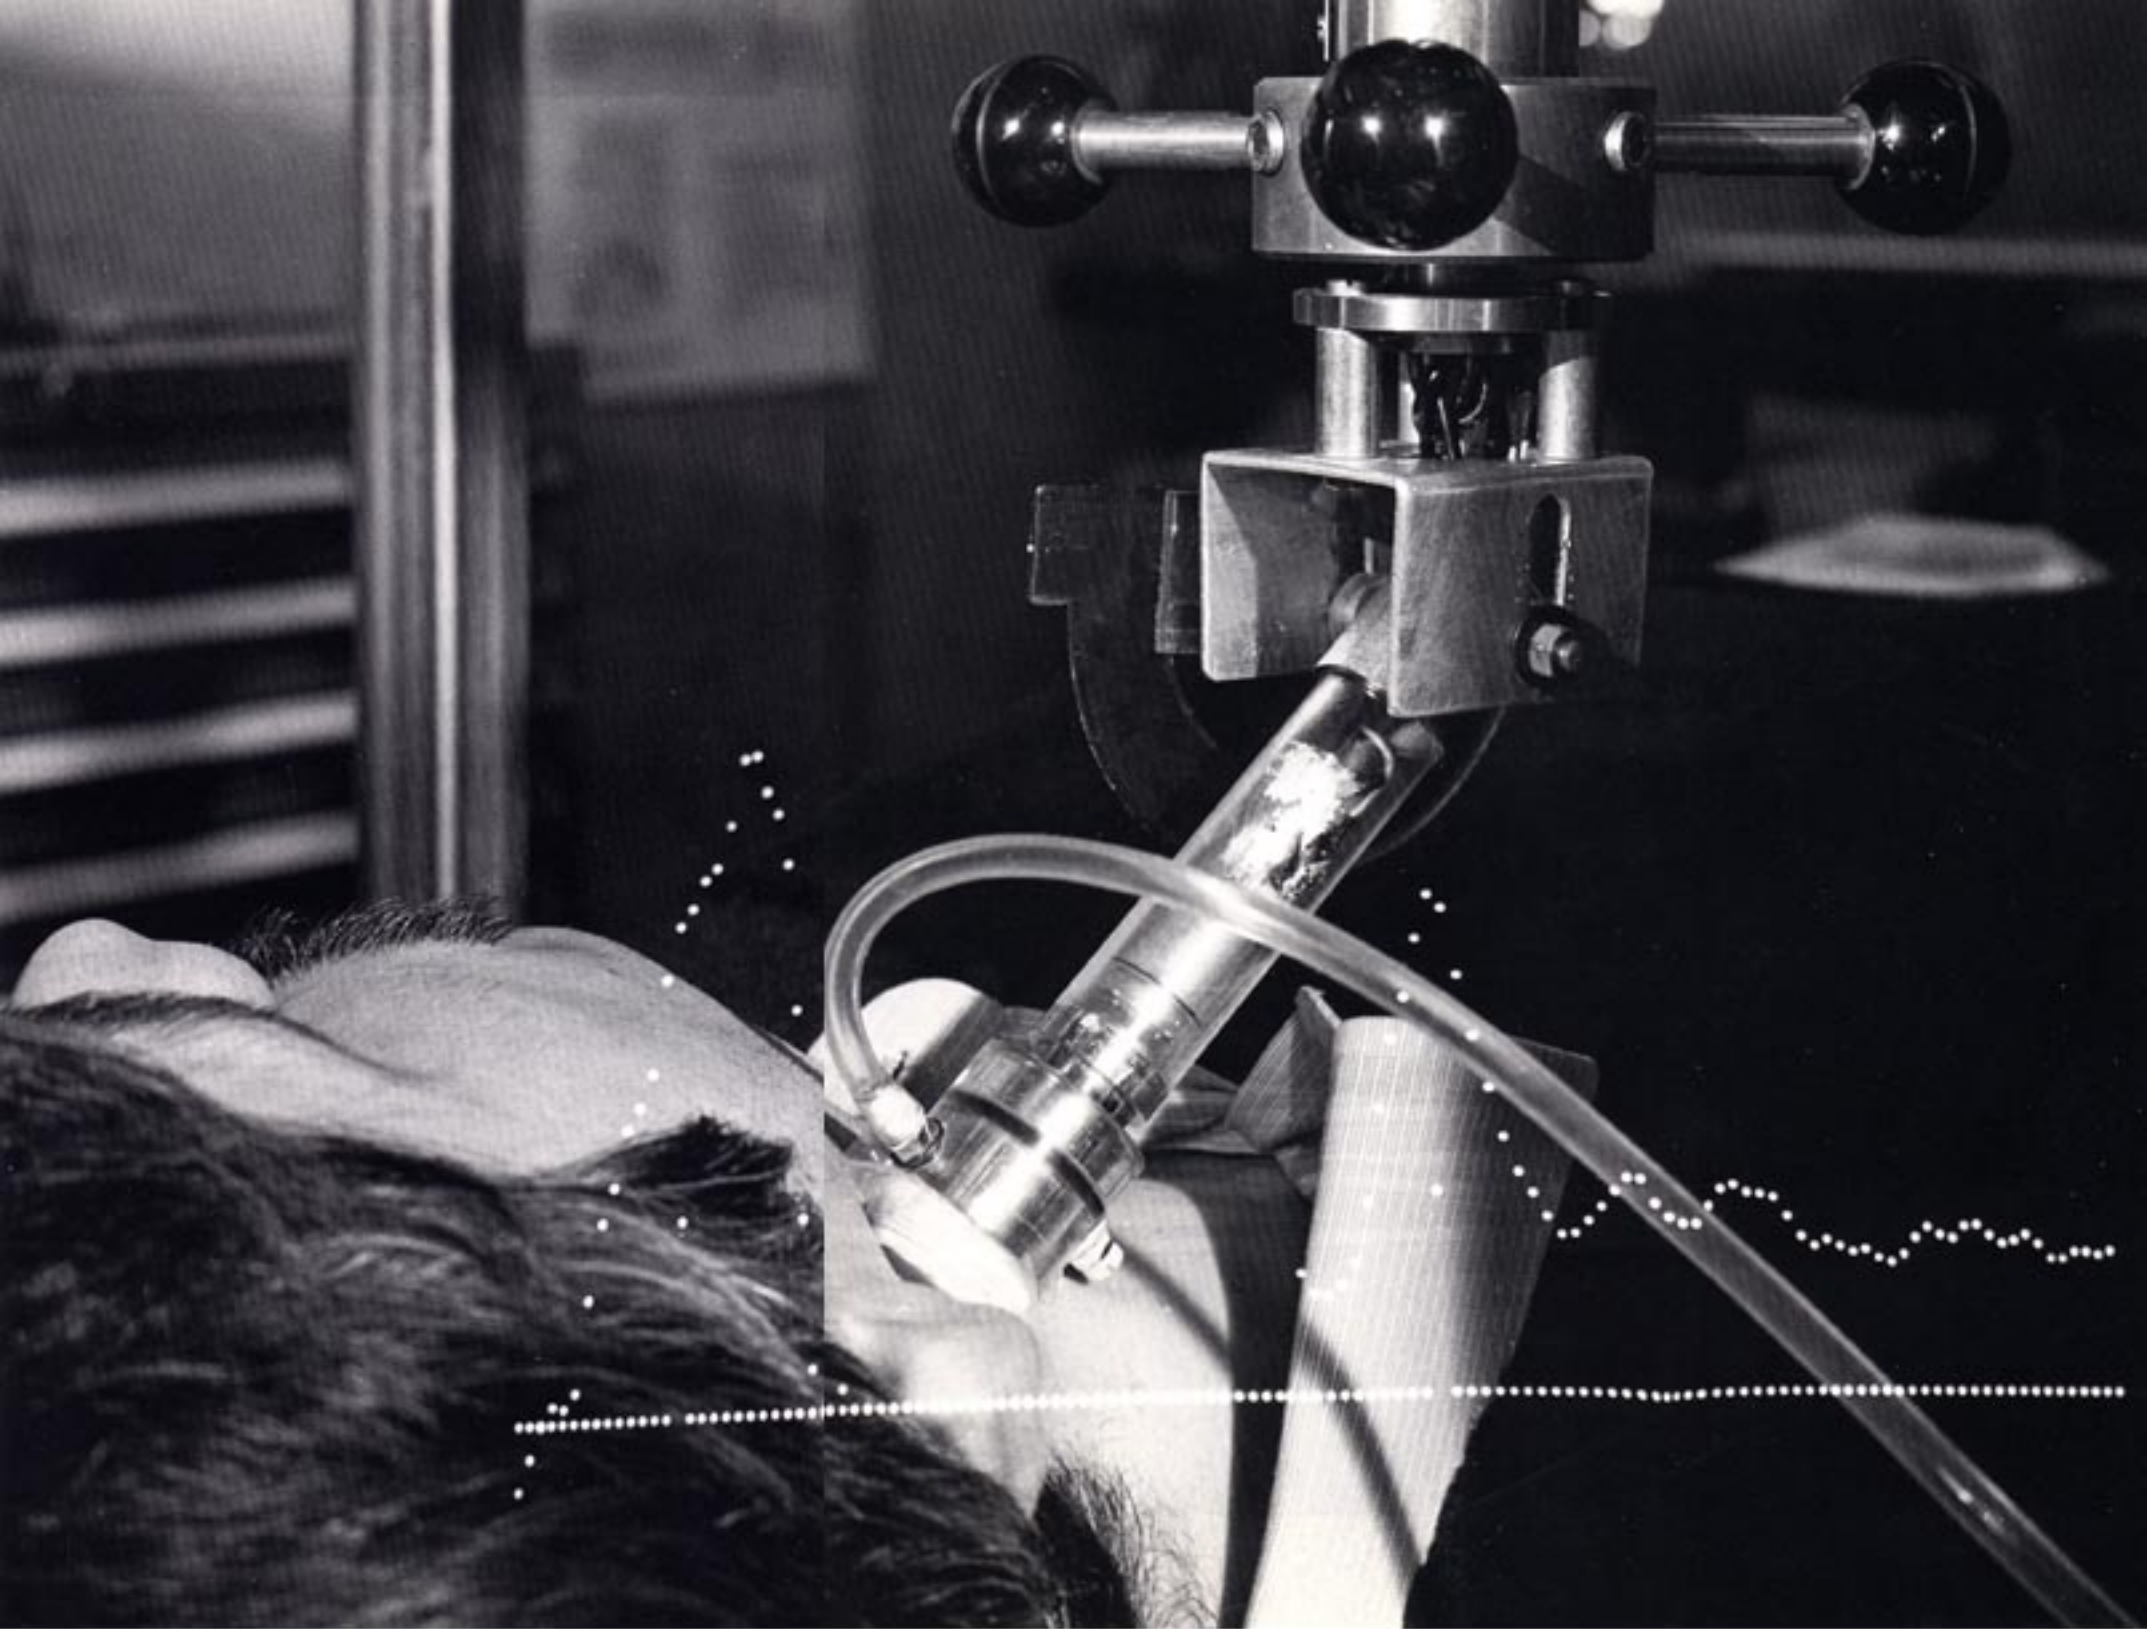

Figura 4 - Sfiando appena la pelle del corpo umano, si misura la velocità del sangue in un'arteria
- Figura 4 Sfiando appena la pelle del corpo umano, si misura la velocità del sangue in un'arteria